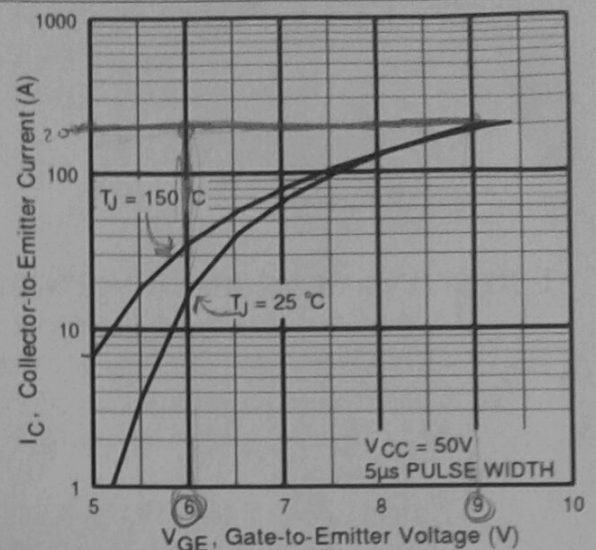

Figura 2
- 2.Cuál es el valor mínimo del voltaje que debe aplicarse a la compuerta del transistor de la figura 2 para asegurar que fluya una corriente de 200A si la temperatura de juntura es 150°C.